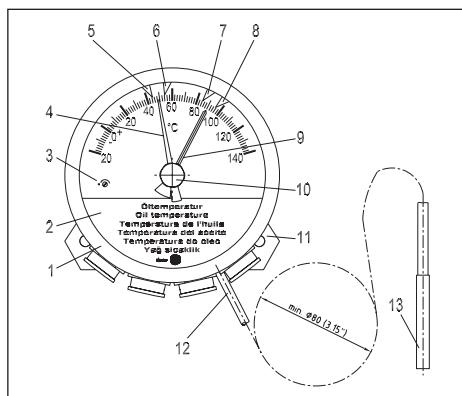

Fig. 1
Le thermomètre à cadran est attaché au transformateur par sa plaque de fixation (fig. 1/11). L'écart entre les trous de fixation est de 140 mm, les trous font 9 mm de diamètre. Le thermomètre doit être installé à la verticale. L'emplacement d'installation doit être choisi de telle sorte que le thermomètre ne devra subir ni vibrations ni fluctuations du secteur. Le thermomètre doit être installé à la verticale.
3.2 Capillaire (fig. 1/12)
Déroulez le capillaire en veillant à ne pas le couper et à ne pas le tordre. Ne portez jamais le thermomètre à cadran en le saisissant par le capillaire ! Effectuez la pose du capillaire et fixez-le dans la position souhaitée, enroulez l'excédent de la conduite et attachez-la à un emplacement non soumis à des températures excessives (max. 60° C). Rayon de pliure minimum 10mm. Diamètre d'enroulement minimum 80 mm (voir fig. 1).
3.3 Sonde de température (fig. 1/13)
3.5 Aiguille entraînée (fig. 1/9)
L'aiguille entraînée est actionnée par l'aiguille et enregistre la lecture maximale de la mesure de température. Pour remettre à zéro l'aiguille entraînée, utilisez le bouton (fig. 1/10).
Pour pouvoir raccorder les câbles électriques, ajuster et contrôler les microrupteurs, il faut ouvrir l'appareil. A cette fin, faites tourner l'anneau à fermeture à baïonnette dans le sens contraire aux aiguilles d'une montre, jusqu'à la butée, et enlevez-le. Lorsque vous refermez l'appareil, veillez au positionnement correct de l'aiguille entraînée (fig. 1/9). Celle-
ci doit se trouver à droite de l'aiguille (fig. 1/4). Remettez en place l'anneau à fermeture à baïonnette et faites-le tourner dans le sens des aiguilles d'une montre, jusqu'à la butée.
Pour effectuer le raccordement des microrupteurs, relevez le couvercle (fig. 1/2). Enlevez la gaine des câbles de connexion
Le thermomètre à cadran est calibré à l'usine. S'il est cependant nécessaire d'ajuster à nouveau l'affichage, les contrôles d'affichage et les mesures comparatives doivent être effectuées uniquement dans des bains d'eau agités, qui conservent une température constante pendant plusieurs minutes (15 min. environ). Des réajustements sont possibles. La vis d'ajustement (fig. 1/3) se trouve sur la face avant de l'instrument.